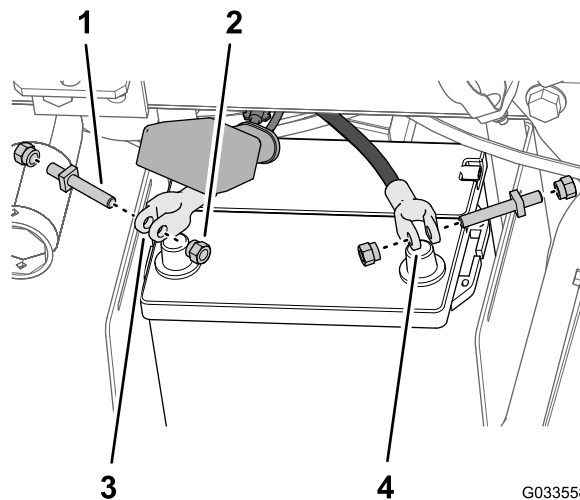

Bild 28
5. Bringen Sie eine Polschraube und eine Klemmmutter lose an den Klemmen des Plus- und Minuskabels der Batterie an (Bild 28).